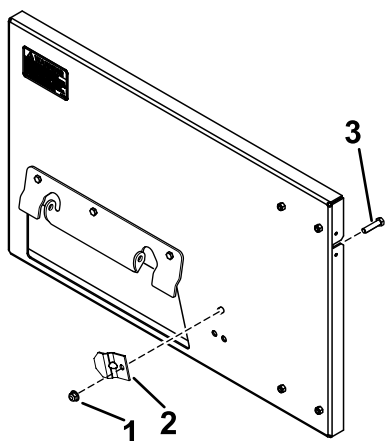

Figura 3
- 3. Montate il morsetto sul sistema di raccolta e sull'adattatore con un bullone (3/8" x 3/4") e un dado di bloccaggio (3/8"). **Figura 3**